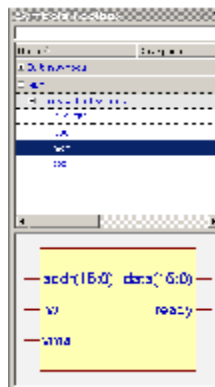

Рисунок 2.12– Вікно Symbol Toolbox
- 2.5.7 Інструментальна панель редактора BDE містить кнопку  **Symbol toolbox**, яка дозволяє поміщати у логічну схему раніше згенеровані моделі – *блоки*. Клацніть на кнопці **Symbol toolbox**. Зверніть увагу, що у вікні, яке з'явилося (рис. 2.12), вже є блоки **clk_gen**, **cpu** і **mem**.